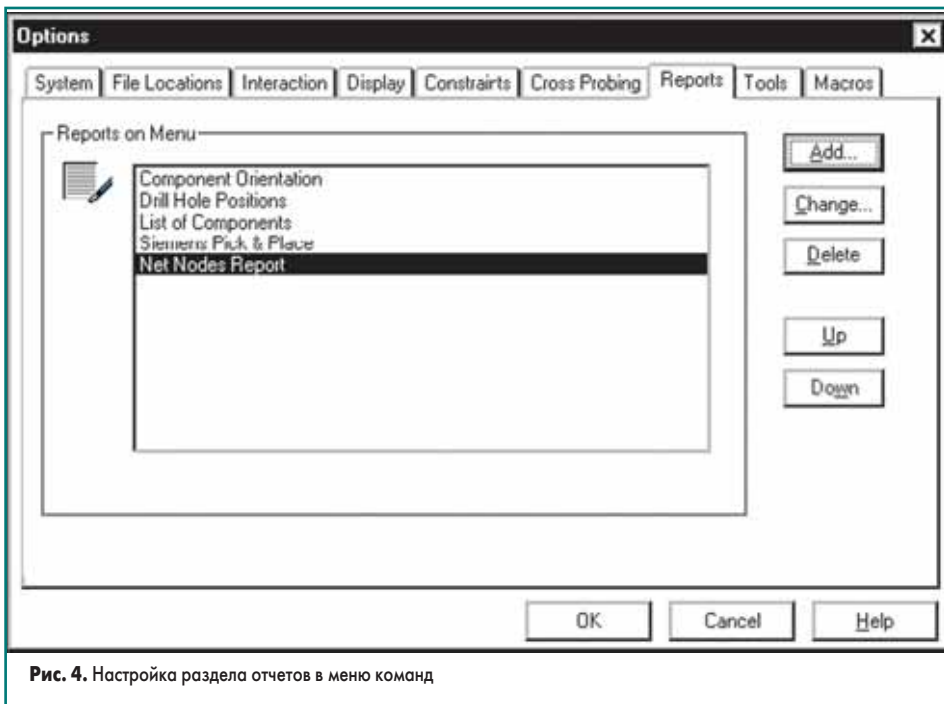

Рис. 4. Настройка раздела отчетов в меню команд
1. Выполним команду меню Tools | Options и в появившемся диалоговом окне Options перейдем на вкладку Reports (рис. 4).